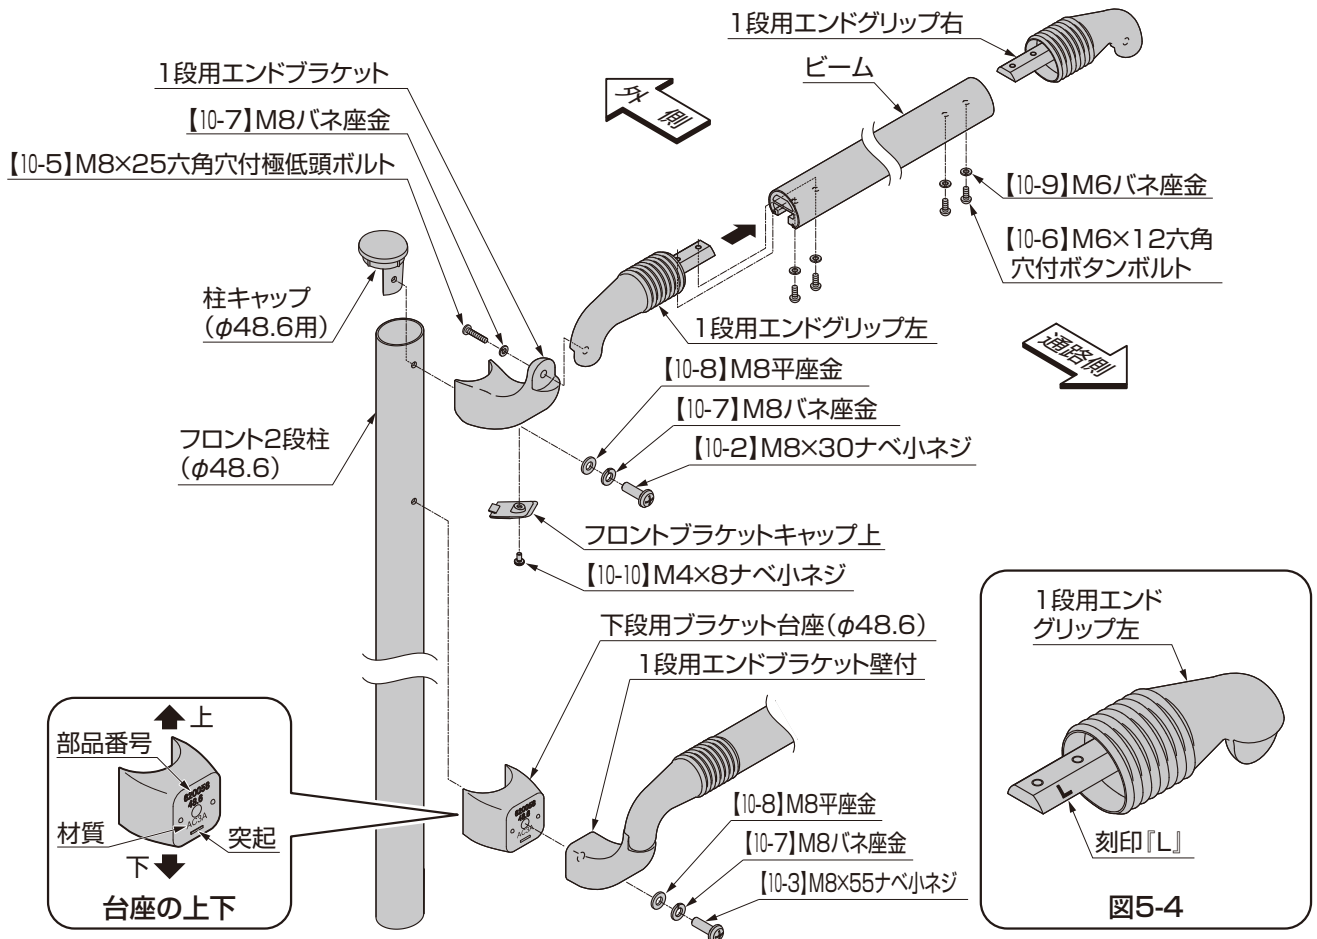

図5-4
- 1段用エンドグリップには、右、左の向きがあります。1段用エンドグリップには、左のみ『L』と刻印がされています。(図5-4参照)
- ④ フロントブラケットキャップを【10-10】で取付けてください。